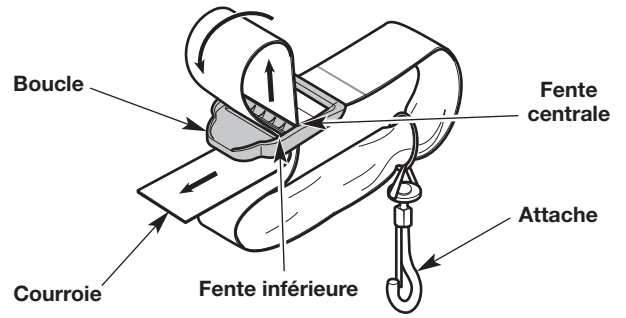

Fig. 7
1. Poussez la courroie à travers la fente centrale de la boucle (Fig. 7).
2. Repliez la sangle et faites-la passer dans la fente inférieure de la boucle (Fig. 7).